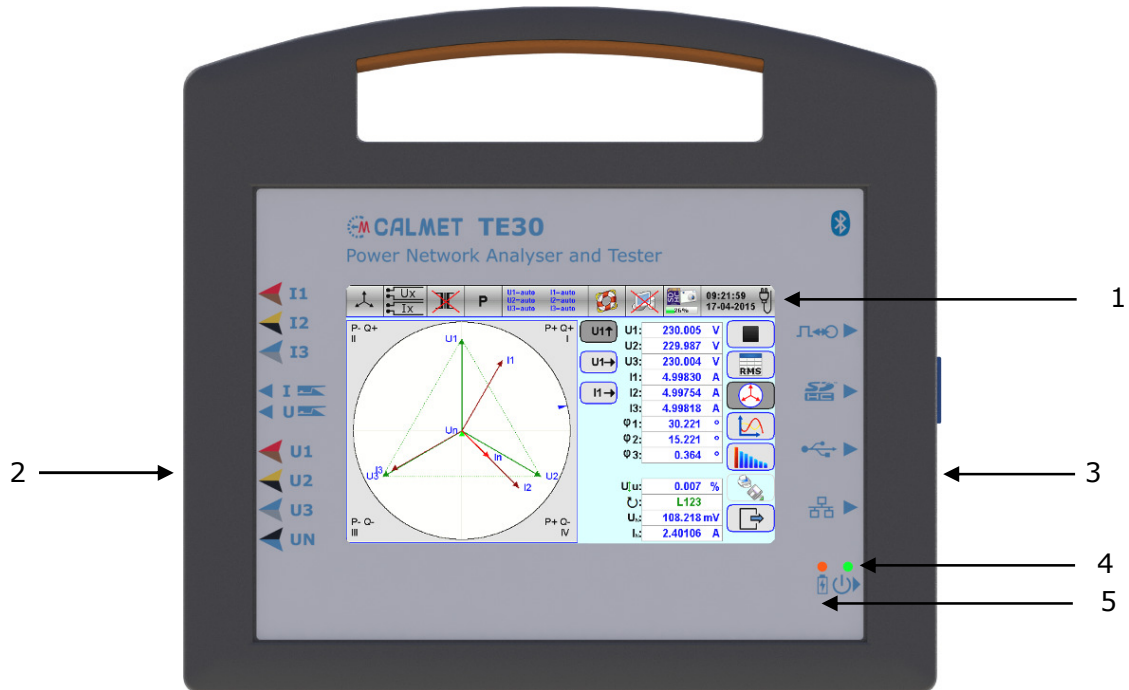

Abb.4.1. Vorderansicht des Calmet TE30
- Schalten Sie den EIN/AUS-Stromversorgungsschalter (☐ Abb.4.3 Pos.3) ein – die Stromversorgungslampe (☐ Abb.4.1) leuchtet auf Pos.4) ist EIN (grün). Der Calmet TE30 ist betriebsbereit.
- Schalten Sie den EIN/AUS-Stromversorgungsschalter (☞ Abb.4.3 Pos.3) ein – die Stromversorgungslampe (☞ Abb.4.1) leuchtet auf Pos.4) ist EIN (grün) . Der Calmet TE30 ist betriebsbereit
- Schalten Sie den EIN/AUS-Netzschalter (☞ Abb.4.3 Pos.3) aus – die Stromversorgungsleuchte (☞ Abb.4.1 Pos.4) ist AUS und die Batterieladelampe (☞ Abb.4.1 Pos.5) leuchtet (rot) – die Batterie ist geladen. Ein voller Ladevorgang dauert mindestens 4 Stunden, danach erlischt die Akkuladeanzeige.